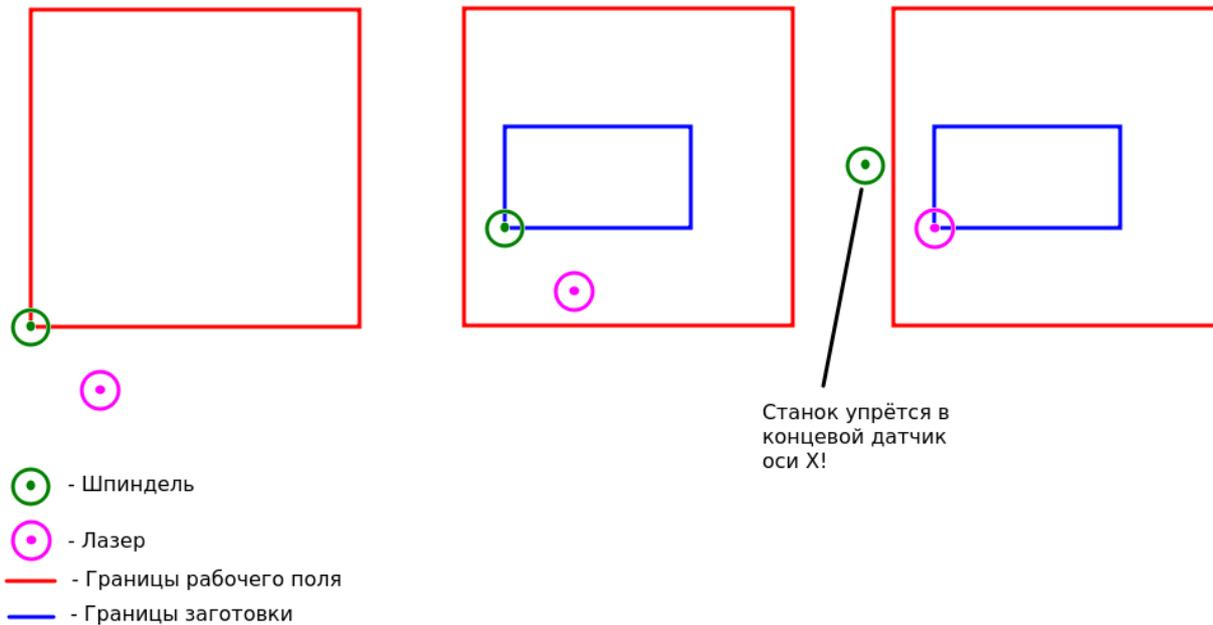
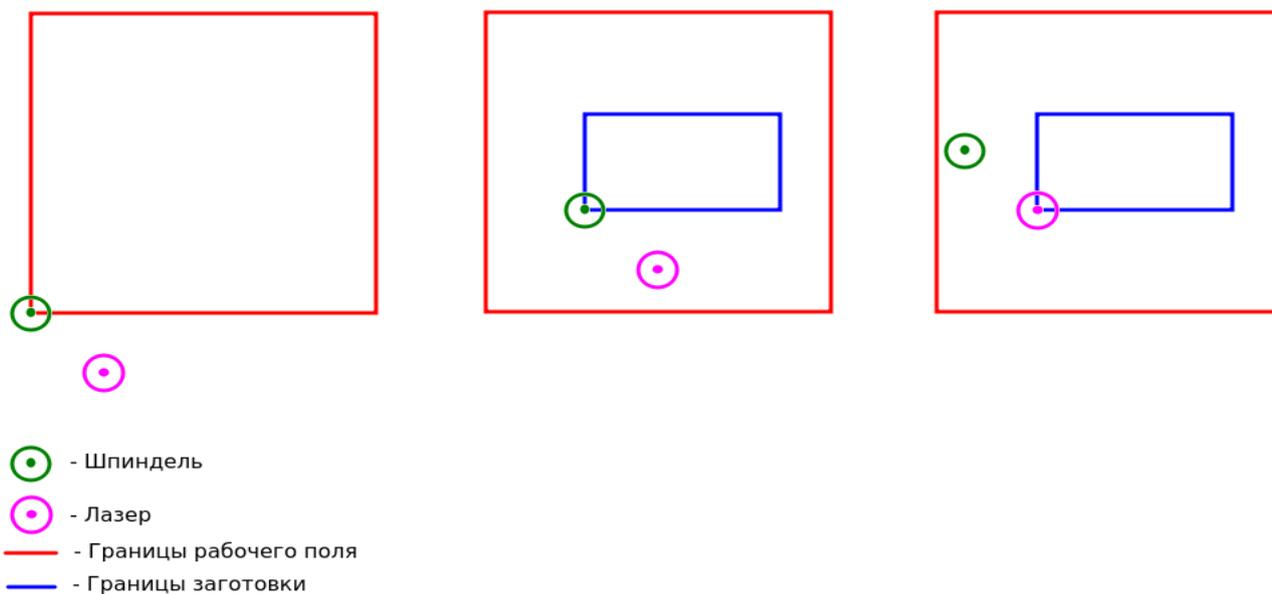

Рисунок 64. Пример неправильного расположения заготовки
Рисунок 65. Правильное расположение заготовки
**Важно.** Так как между шпинделем и лазером есть смещение (в общем случае по обоим осям), а концевые датчики устанавливают машинный ноль для основного инструмента (скажем, это шпиндель), очень важно правильно расположить заготовку и установить рабочий ноль, чтобы при переключении на дополнительный инструмент (лазер) не произошло нарушение границ рабочего поля станка. На рис. 64 приведён пример неправильного размещения заготовки на столе станка, вследствие чего после переключения на лазер произойдет нарушение границ рабочего поля по оси X. Пример правильного расположения заготовки приведен на рис. 65.